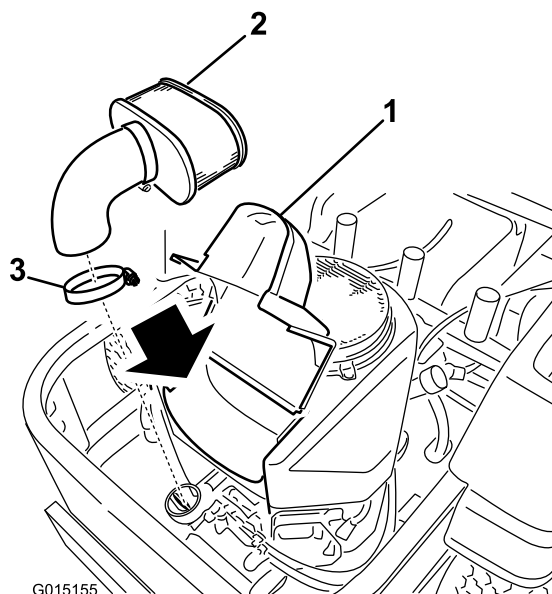

Figura 42
3. Limpie alrededor de la tapa del limpiador de aire para evitar que la suciedad penetre en el motor y cause daños. Levante la cubierta y retire la abrazadera que sujeta el conjunto del limpiador de aire al motor (Figura 42).
4. Afloje la abrazadera y retire el elemento de papel (Figura 42).